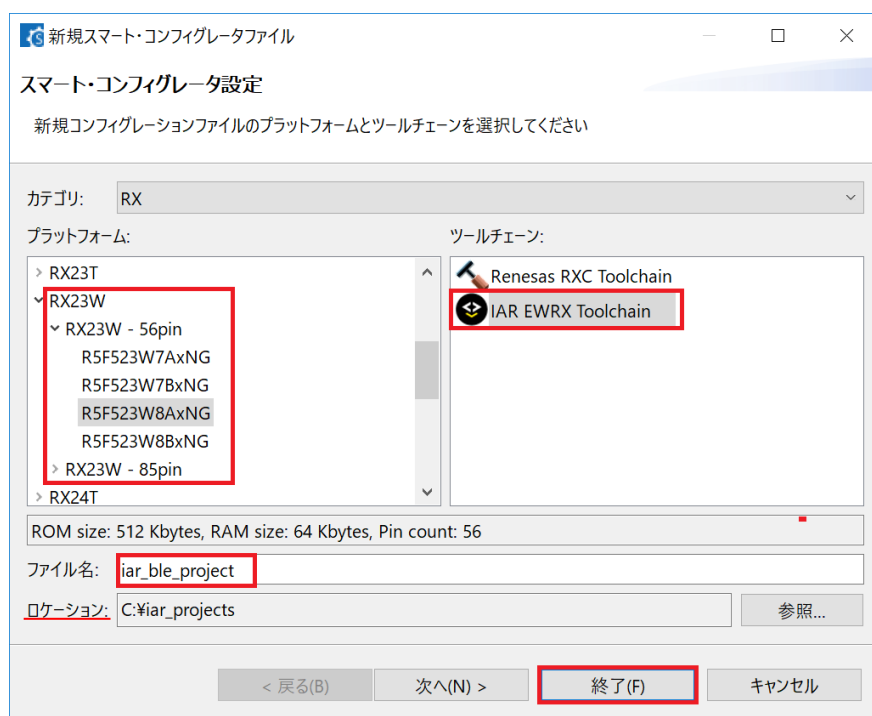

図 4-40 : RX Smart Configurator 単体版の新規プロジェクトの作成画面
- RX Smart Configurator 単体版プロジェクトのロケーション( 図 4-40 参照)ディレクトリの